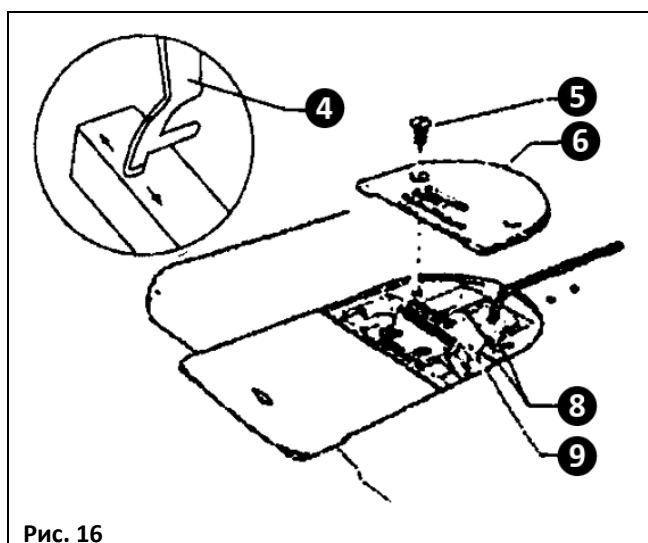

Рис. 16
* В случае некачественной обрезки необходимо заточить неподвижный нож (см. рис. 16).